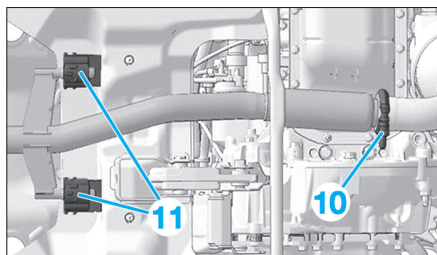

Fig. 8
- le collier d'échappement (10) (Fig.8),